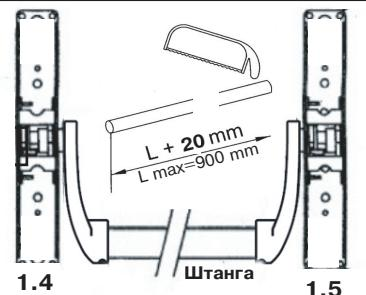

Рис.6
Измерьте расстояние между рычагами (L) (Рис.4), прибавьте к длине L 20 мм (заход в рычаги), отметьте это расстояние на штанге и отрежьте штангу (Рис.6).